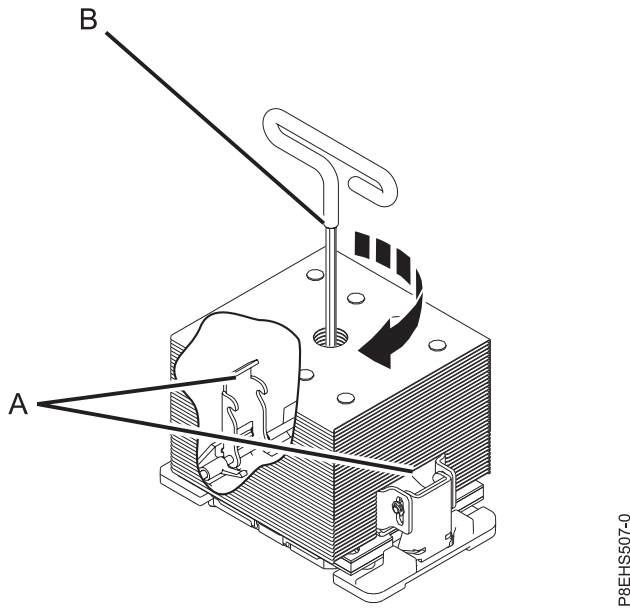

Figure 177. Serrage de la vis de pression centrale sur le dissipateur thermique
- a. Vérifiez que les bras de chargement du dissipateur thermique sont engagés comme indiqué par le repère **(A)** figure 177, à la page 158.
- b. Tournez la vis de pression centrale dans le sens des aiguilles d'une montre à l'aide de la clé hexagonale fournie (repère **(B)** figure 177, à la page 158) et serrez-la fermement. Si le dissipateur thermique bouge de manière perceptible, cela signifie que les bras de chargement ne sont pas engagés. Desserrez la vis de pression centrale et répétez cette étape.